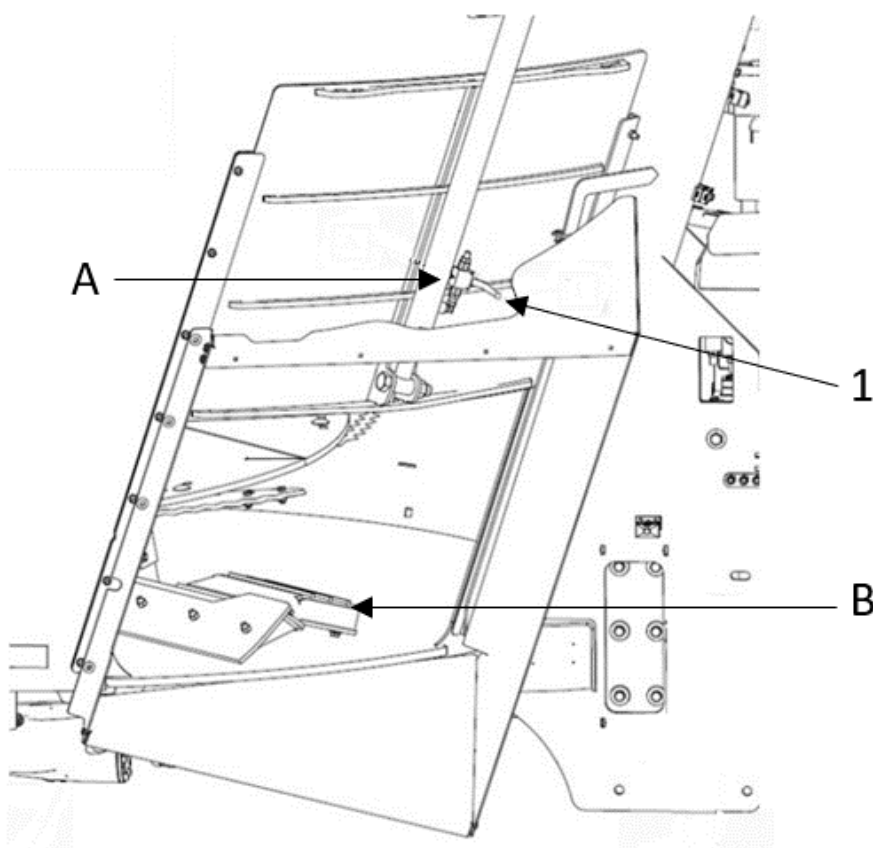

Figure 18 — Nettoyage de l'extracteur magnétique
1. Placez le levier de la valve de sécurité (Figure 18, repère A) de la trappe de distribution en position fermée (Figure 18, repère 1) pour éviter que la trappe ne se referme accidentellement.
2. Retirez les saletés et les particules qui ont été captées par l'extracteur magnétique (Figure 18, repère B).